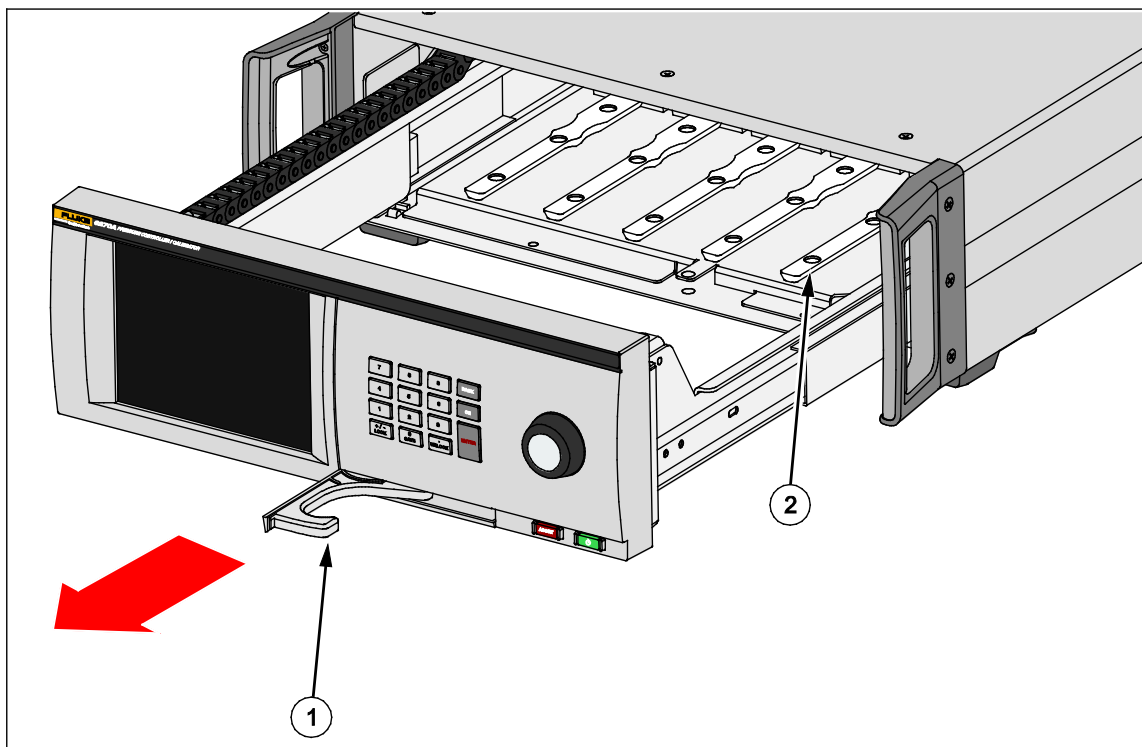

Рисунок 2. Модульный отсек
5. На нижней части модуля РММ находится разъем, который совпадает с дорожкой, проходящей внизу внутренней части корпуса Прибора, см. Рисунок 2 (②). Выровняйте дорожку относительно разъема и продвиньте модуль РММ в нижнюю часть корпуса, пока он не остановится. См. рисунок 3.